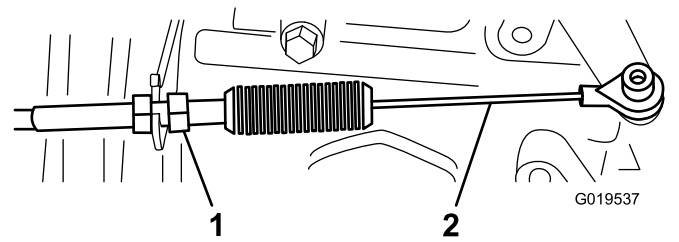

図 64
なるようにアクセルケーブル **図 64** のボールジョイ
- ロックナットを締めつける **図 64**。